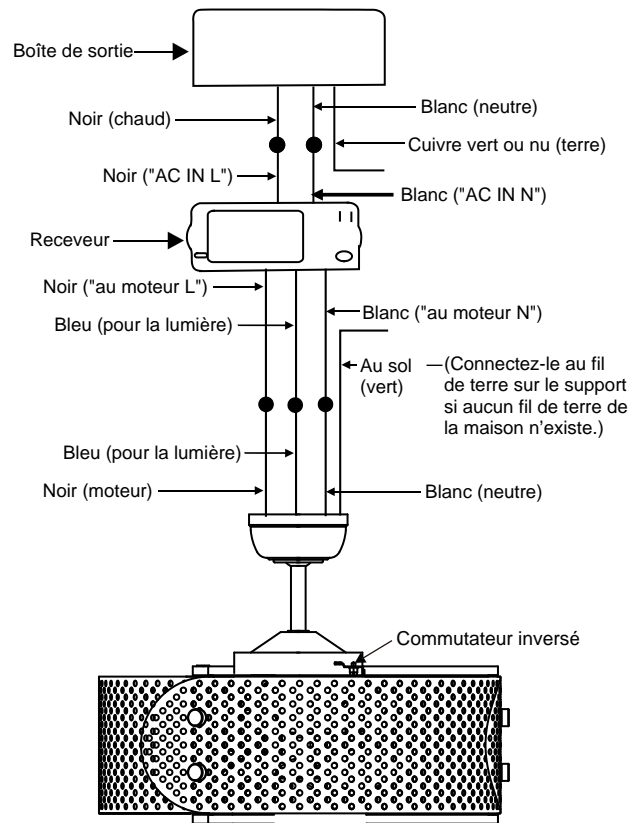

Fig. 14
Étape 2. Connexions électriques du moteur au récepteur: (Fig. 14) Connectez le fil noir du ventilateur au fil noir marqué "TO MOTOR L" sur le récepteur. Connectez le fil blanc du ventilateur au fil blanc marqué "TO MOTOR N" sur le récepteur. Connectez le fil bleu du ventilateur au fil bleu marqué "FOR LIGHT" sur le récepteur. Fixez toutes les connexions avec les écrous en plastique fournis.
Étape 3. (Fig. 14) Câbles d'alimentation du récepteur à la maison: Connectez le fil noir (chaud) du plafond au fil noir marqué "AC in L" du récepteur. Connectez le fil blanc (neutre) du plafond au fil blanc marqué "AC in N" du récepteur. Fixez les connexions avec les écrous en plastique fournis.
Étape 4. (Fig. 14) Si votre prise de courant comporte un fil de terre (cuivre vert ou nu), connectez-le aux fils de terre du ventilateur; sinon connectez le fil de terre du support de suspension au support de montage. Fixez le fil de connexion avec un écrou en plastique fourni. Après avoir connecté les fils, écartez-les de manière à ce que les fils vert et blanc soient d'un côté du boîtier de prise et les fils noir et bleu à l'autre. Insérez délicatement les fils dans la boîte de sortie.